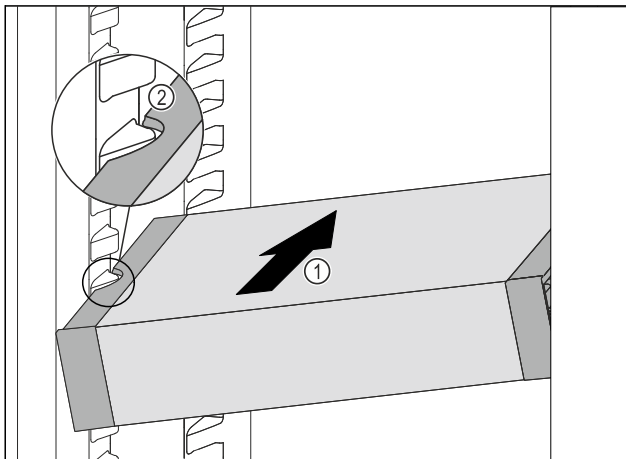

Fig. 142
- A VarioSafe fiókot ferdén tolja be a hűtőrészbe Fig. 142 (1) annyira, hogy a VarioSafe oldalsó kivágásai Fig. 142 (2) a hűtőrészben a tartóborda magasságában legyenek.